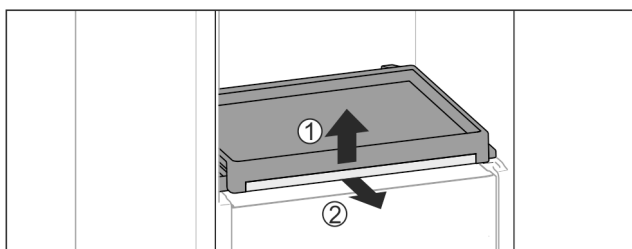

Fig. 95
- ▶ Vyjměte vysouvací přihrádku se skleněnou deskou: Skleněnou desku vpředu lehce nadzvedněte Fig. 95 (1) a vytáhněte dopředu Fig. 95 (2).